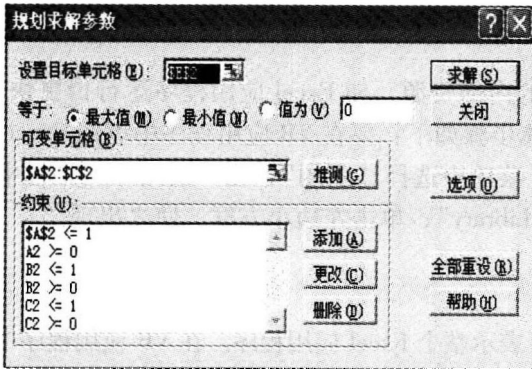
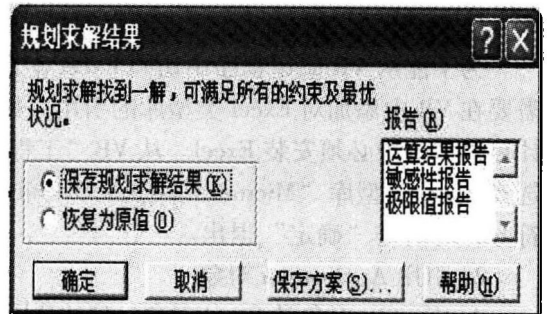

图 1-5 Excel 规划求解参数对话框
图 1-6 Excel 规划求解结果对话框
(7) 设置完成后, 点击“确定”按钮, 返回“规划求解参数”对话框, 如图 1-5 所示, 点击“求解 (S)”按钮, 显示“规划求解结果”对话框 (图 1-6), 至此, 输入完成。